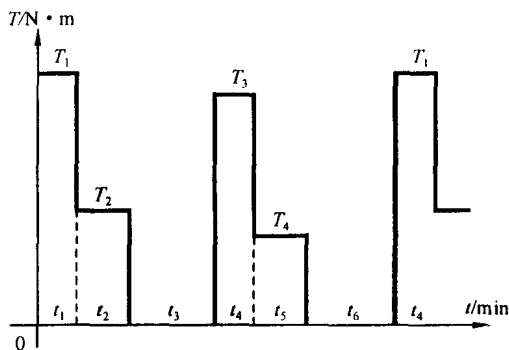

图 7.3 例 7-4 图
**例 7-4** 有一起重机的提升结构,其工作负载如图 7.3 所示,图中:  $T_1 = 760.3 \text{ N} \cdot \text{m}$ ,  $T_2 = 345.3 \text{ N} \cdot \text{m}$ ,  $T_3 = 622.9 \text{ N} \cdot \text{m}$ ,  $T_4 = 204 \text{ N} \cdot \text{m}$ ;  $t_1 = 0.38 \text{ s}$ ,  $t_2 = 16.3 \text{ s}$ ,  $t_3 = 30 \text{ s}$ ,  $t_4 = 0.17 \text{ s}$ ,  $t_5 = 16.5 \text{ s}$ ,  $t_6 = 56.6 \text{ s}$ 。试选择一台 8 极三相绕线式异步电动机。